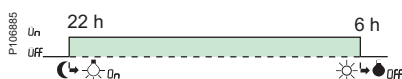

Fig. 3.
- IC Astro vil kalkulere soloppgang og solnedgang, så snart ovenstående er angitt i enheten og foreslå et forhåndsvalgt program (soloppgang til solnedgang) (se Fig. 3).